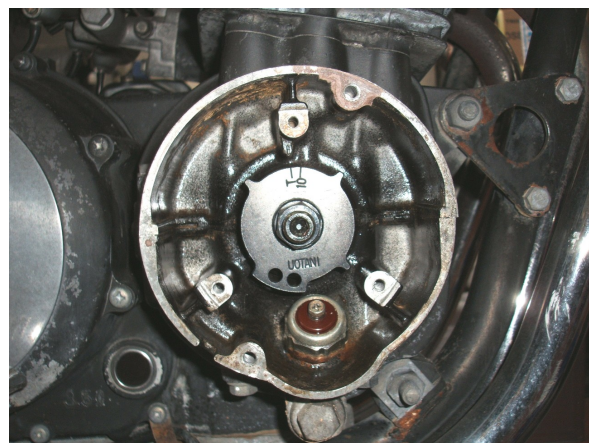

図2、SP2 タイミングロータの取り付け
- ②SP2 タイミングロータを付属の8 * 35mmボルトを使用して取り付けて下さい(図2)。